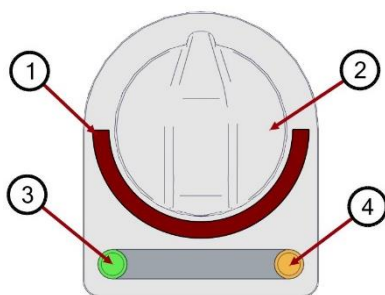

Fig. 1
- Tourner légèrement la manette de façon à mettre la fonction en service. Le voyant vert (Fig. 1 – Rep. 3) s'éclaire.
- Continuer à tourner la manette dans les sens horaire. Le voyant ambre (Fig. 1 – Rep. 4) s'éclaire, indiquant la chauffe du bain d'huile.